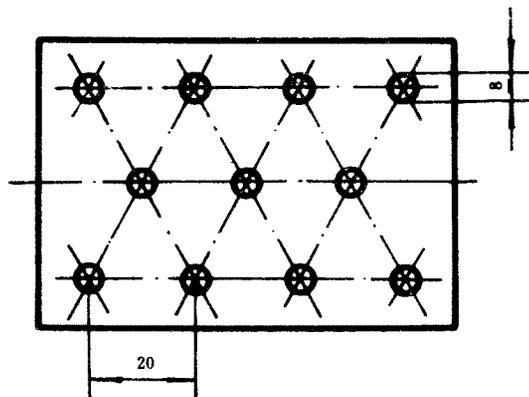
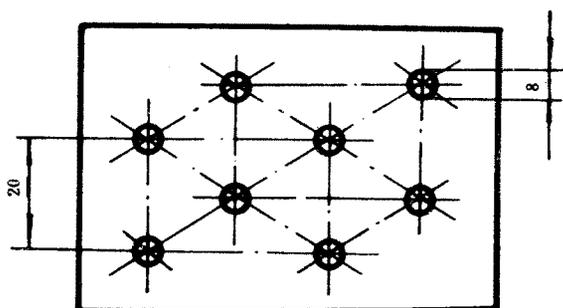

图 10 R 8 T 20定向1
图 11 R 8 T 20定向2
4.5.1 按T型排列，孔距平行于板长边，为“定向1”，如图10所示。孔距平行于板短边，为“定向2”，如图11所示。